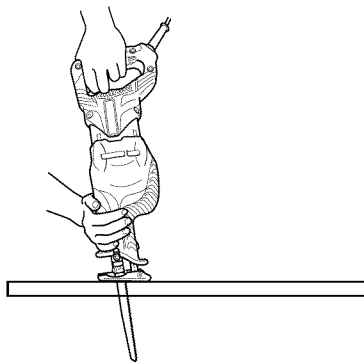
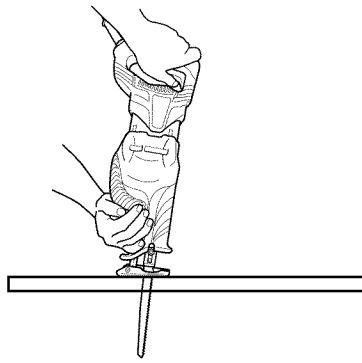

Fig. 26
Fig. 27
- (3) Tenir le corps de l'outil fermement jusqu'à ce que la lame aient complètement coupé le matériau. (Fig. 26, Fig. 27)